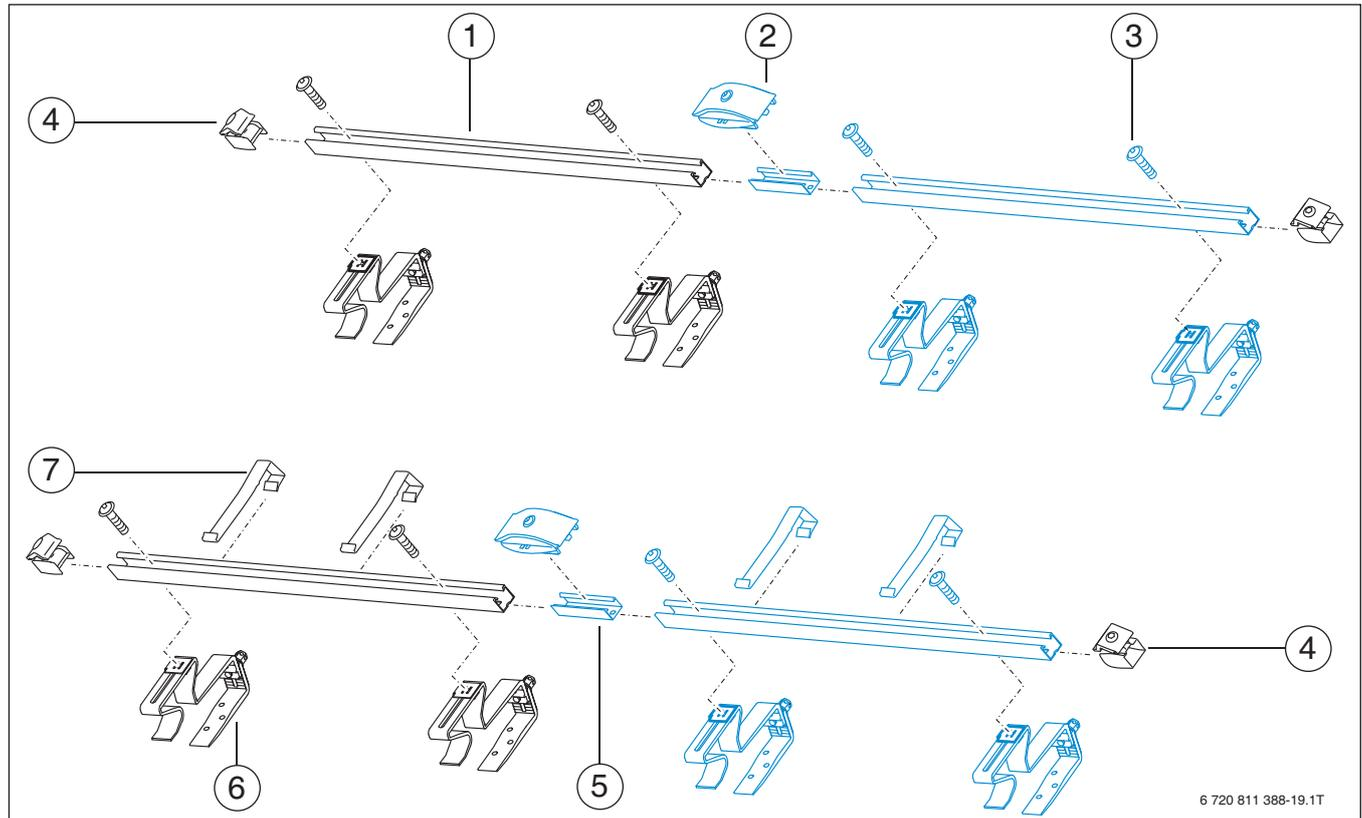
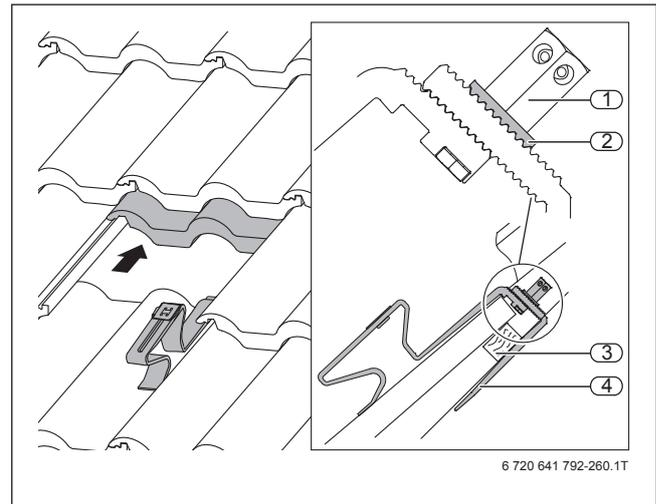
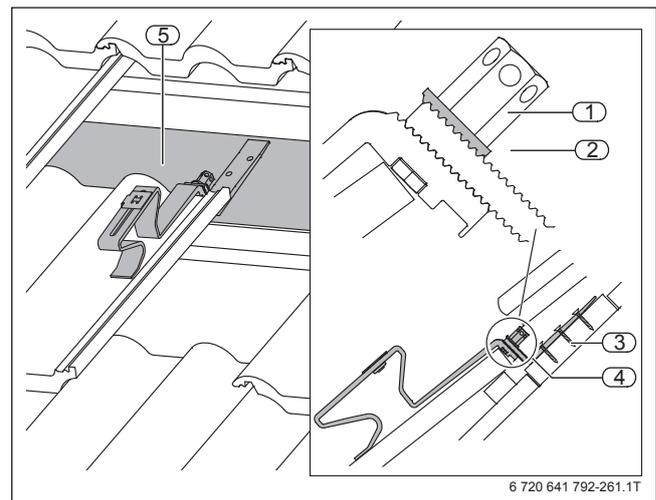

Bild 171 Aufdachmontage-Set für 2 Kollektoren auf Pfannen-/Ziegeldach: Grundbausatz und Erweiterungsbausatz (blau)
Bild 176 Eingehängter Dachhaken
Bild 177 Dachhaken auf Dachsparren verschraubt
Das Aufdachmontage-Set für Flachkollektoren Logasol SKN4.0 und SKT1.0 besteht aus einem Grundbausatz für den ersten Kollektor einer Kollektorreihe und einem Erweiterungsbausatz für jeden weiteren Kollektor in derselben Kollektorreihe (→ Bild 171, Seite 162).
Der Erweiterungsbausatz für Aufdachmontage ist nur in Verbindung mit einem Grundbausatz verwendbar. Der Erweiterungsbausatz enthält anstelle der einseitigen Kollektorspanner (→ Bild 171, [4]) sogenannte doppel-seitige Kollektorspanner (→ Bild 171, [2]) für die Festlegung des richtigen Abstands und die Fixierung von je 2 nebeneinanderliegenden Flachkollektoren Logasol SKN4.0 oder SKT1.0.
Schindel-Eindeckungen oder für Wellplatten- und Blechdächer unterscheiden sich durch die Ausführung der Dachhaken (→ Bild 172 ... Bild 175) und spezielle Befestigungsvarianten (→ Bild 176 ... Bild 183).
Bild 171 zeigt exemplarisch die Aufdachmontage-Sets für 2 Flachkollektoren für Pfannen- und Ziegel-Eindeckung. Die Dachhaken (→ Bild 172 und 171, [6]) sind über die vorhandenen Dachlatten eingehängt (→ Bild 176) und mit den Profilschienen verschraubt. Alternativ zum Einhängen kann der Dachhaken auch auf einen Dachsparren oder eine Hartlage geschraubt werden (→ Bild 177). Hierzu wird das Unterteil des Dachhakens gedreht. Wenn eine zusätzliche Höheneinstellung erforderlich ist, kann der Dachhaken am Unterteil unterfüttert werden.
Bei der Planung einer Aufdachmontage auf einer Pfannen- und Ziegel-Eindeckung ist zu prüfen, ob die Maße nach Bild 171, Detail A, einzuhalten sind.
- ▶ Waagerechte Profilschienen wie bei der Pfannen- oder Ziegel-Eindeckung mit dem Dachhaken verschrauben (→ Bild 171).
- ▶ Waagerechte Profilschienen wie bei der Pfannen- oder Ziegel-Eindeckung mit den Sonderdachhaken verschrauben (→ Bild 171, Seite 162).
- ▶ Waagrechte Profilschienen wie bei der Pfannen- oder Ziegel-Eindeckung mit den Sonderdachhaken verschrauben (→ Bild 171, Seite 162).